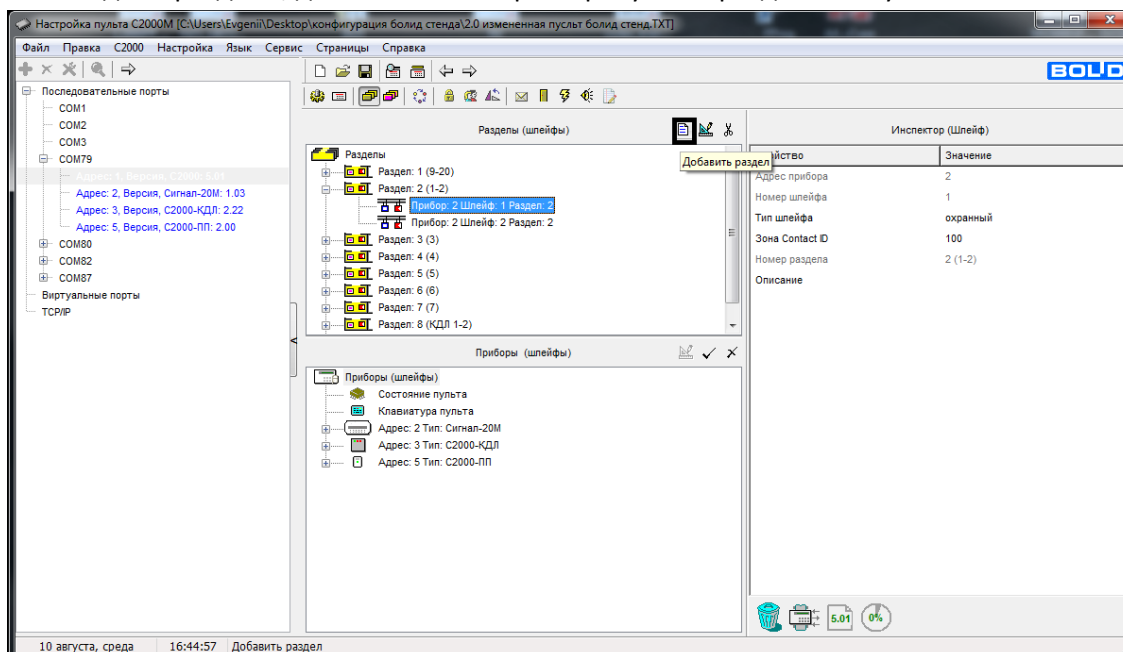

Рисунок 6.
4.1. Создаем разделы, добавляем шлейфы в требуемые разделы. Рисунок 6.